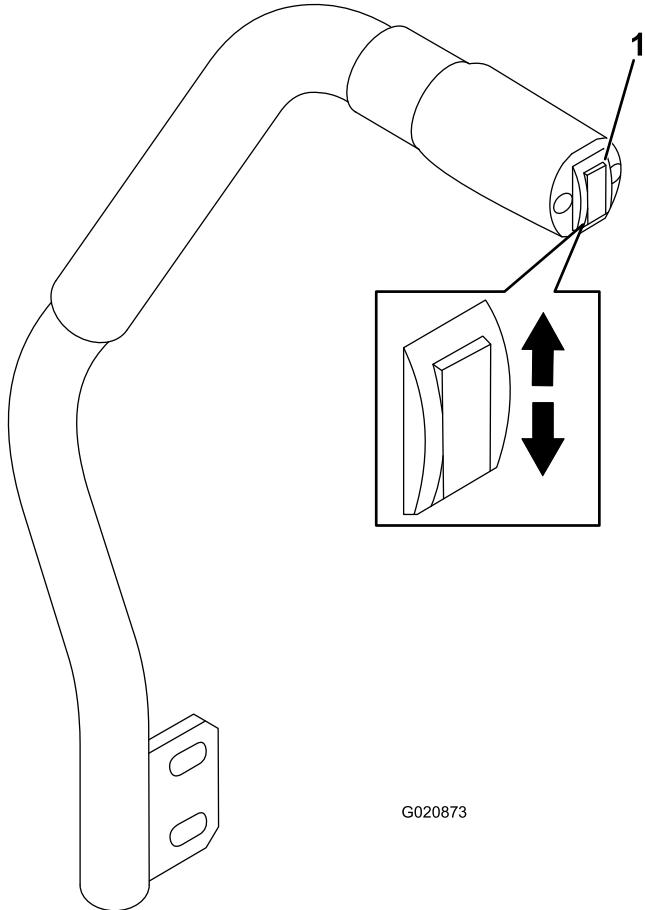

Figure 50
La commande de relevage du tablier de coupe permet de relever et d'abaisser le tablier de coupe (Figure 50). Ce levier est uniquement disponible lorsque le moteur est en marche.
- Pour abaisser le tablier de coupe, appuyez sur le bas de la commande (Figure 50).
- Pour relever le tablier de coupe, appuyez sur le haut de la commande (Figure 50).